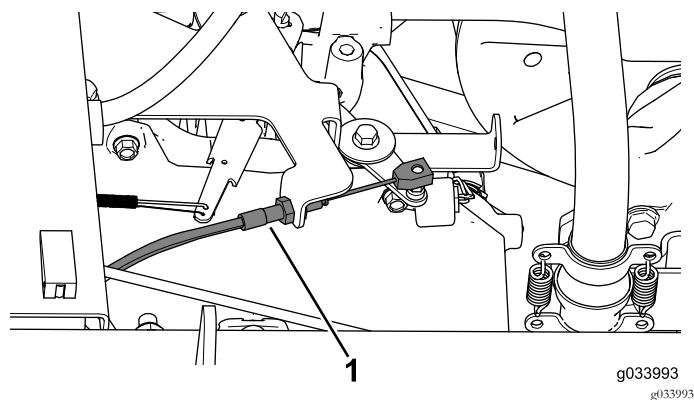

図 9
3. スロットルレバーのブラケットからスロットルケーブルを取り外す 図 9。